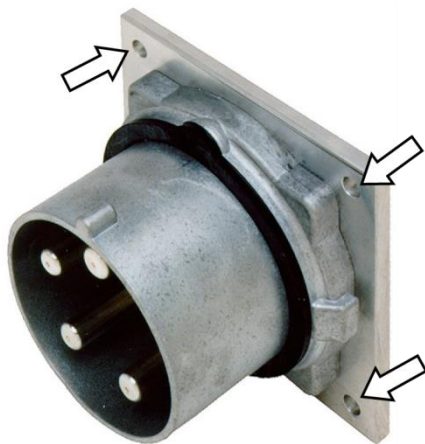

Abb. 50: Bohrungen für die Montage
1. Gegebenenfalls Dose oder Stecker mittels der Bohrungen (Abb. 50/Pfeile) an ein Gehäuse oder eine Wand montieren.